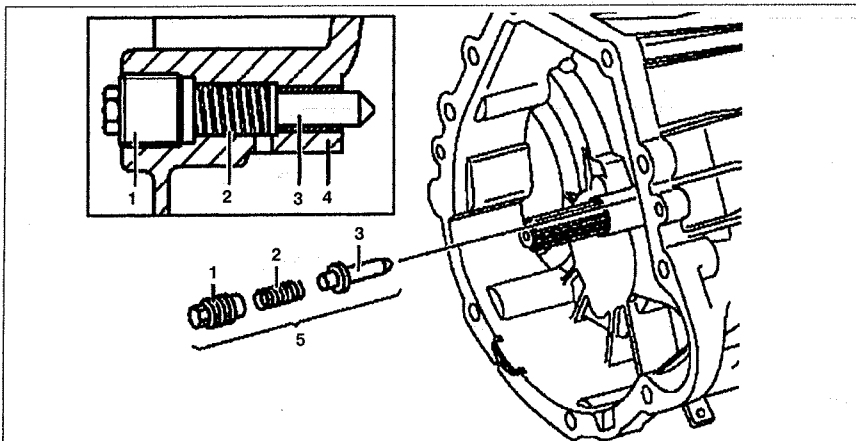

Рис. 6.44. Блокировка шестерни заднего хода:
3. Открутите пробку 1 в корпусе сцепления 4 (см.рис.6.44).